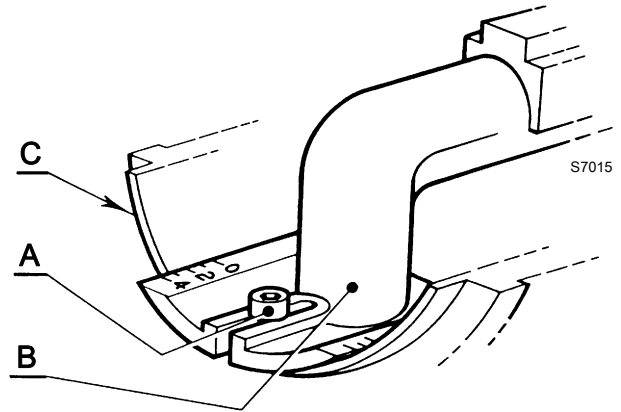

图 12
- 拧松螺丝A) (图 12)，移动弯头B)使之与连接器(C)的端面对齐到设定的刻度。